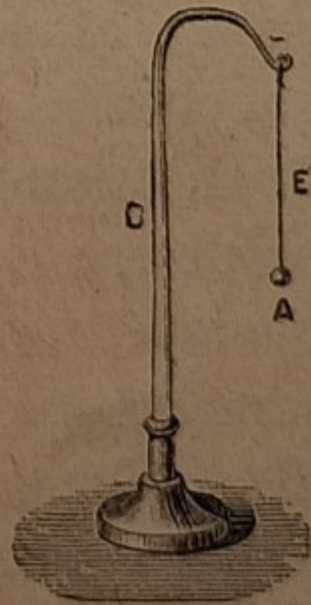

Fig. 105.
83. *Come si comportano le diverse sostanze nei riguardi dello stato elettrico.* — Per studiare il comportamento delle diverse sostanze nei riguardi dello *stato elettrico* si adopera l'apparecchio semplicissimo rappresentato nella fig. 105 e chiamato *pendolino elettroscopico*, cioè accusatore o rivelatore dello stato elettrico dei corpi. Esso consiste in una pallottolina di midolla di *sambuco* appesa ad un fil di seta fissato ad un supporto di vetro. Avvicinando con la mano un corpo *elettizzato*, la pallottolina verrà da questo attratta, mentre rimarrà immobile se il corpo non sarà *elettizzato*.